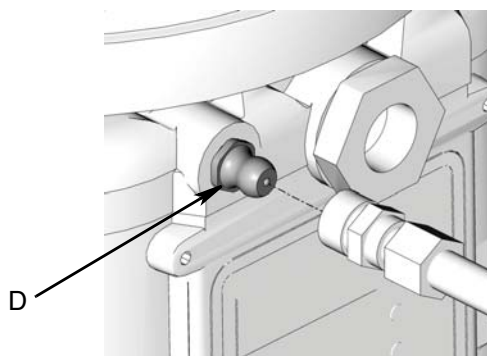

Рис. 21
- Перед заполнением резервуара всегда прочищайте впускной фитинг (D) (Рис. 21) чистой сухой тканью. Грязь и/или мусор могут повредить насос и/или смазочную систему.